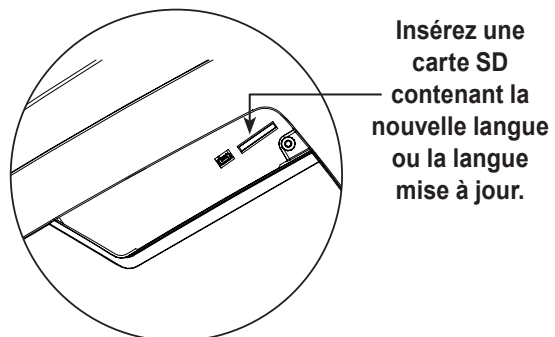

Figure 6
3. Insérez la carte SD contenant les données de langue dans le panneau latéral de la machine. Reportez-vous à la Figure 6.